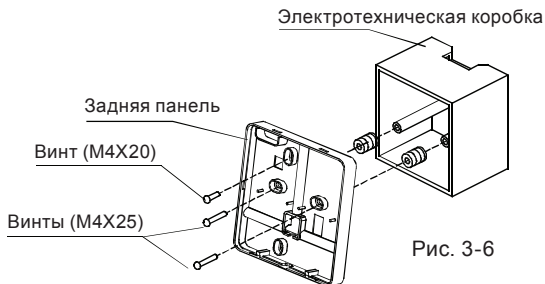

Рис. 3-6
- При монтаже со скрытой проводкой прикрепите заднюю панель пульта двумя винтами (M4X25) к электротехнической коробке, а затем одним винтом (M4X20) к стене. (рис. 3-6).